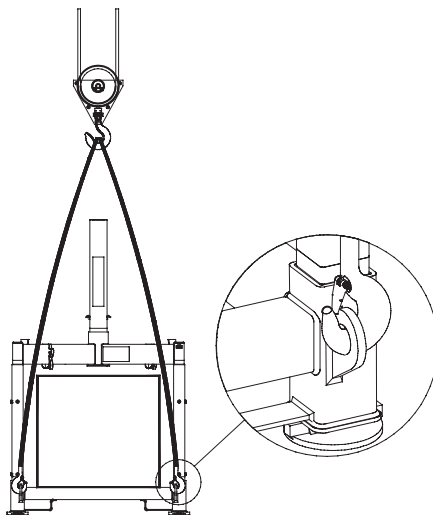

Figure 34. Levage de l'ensemble complet pour le transport (grue).
4. Le système doit être soulevé sans le dispositif SkyReach, comme illustré dans la figure 34. Utilisez les 4 sangles/chaînes d'une capacité de charge de 2 000 kg chacune. Toutes les sangles/chaînes doivent faire la même longueur pour éviter tout basculement de l'unité lors du levage. Chaque sangle/chaîne doit être accrochée à un œillet de levage comme illustré dans la figure 34.